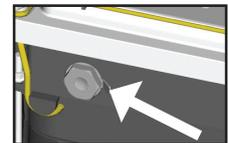

Figura 24
- 1) Svitare la spia fiamma dalla propria sede con CH 24 (figura 24).